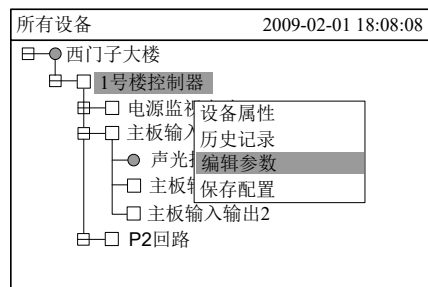
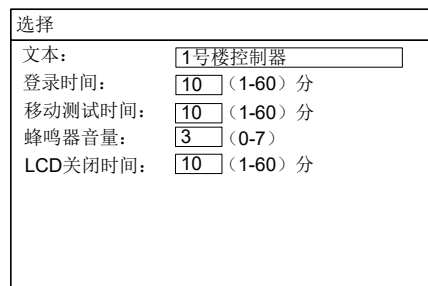

图 16-4
图 16-5
4. 按“→”键弹出快捷菜单（图 16-4），然后按“↓”键选择“编辑参数”，再按“OK”键，进入参数修改界面（图 16-5）。